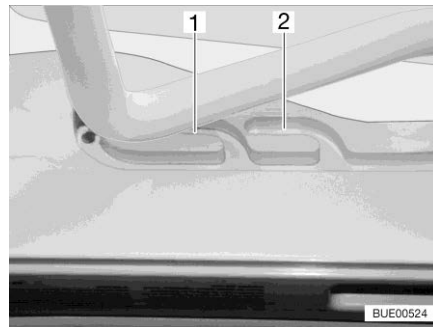
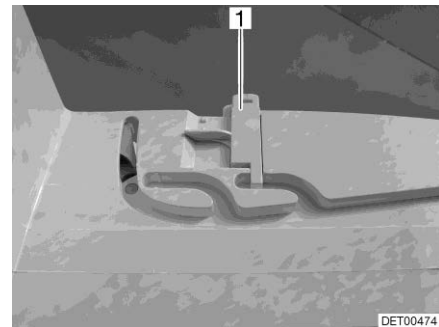

Fig. 110 Glissière (position de ventilation)
Fig. 111 Verrouillage (position de ventilation)
Il est possible d'amener le lanterneau Heki en deux positions de ventilation : Position pour mauvais temps (Fig. 110,1) et position intermédiaire (Fig. 110,2). Selon l'équipement, il est possible de verrouiller le lanterneau en position intermédiaire avec les deux verrous (Fig. 111,1) à gauche et à droite du cadre du lanterneau.
- Pousser légèrement l'étrier vers le haut, le pousser dans la glissière choisie (Fig. 110,1 ou 2) et le verrouiller si nécessaire.